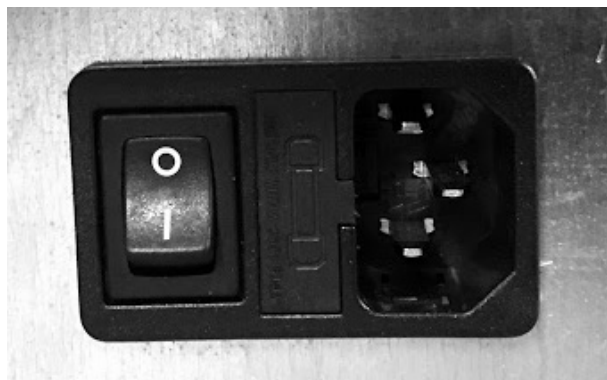

Fig. 75 - Stikkontakt med hovedafbryder
- Tilslut først el-kablet på bagsiden af træpilleovnen (se **Fig. 75**) og derefter til en stikkontakt på væggen.
- Hovedafbryderen O/I (se **Fig. 75**) må kun slås til for at tænde træpilleovnen, i modsat fald anbefales det at holde den slukket.